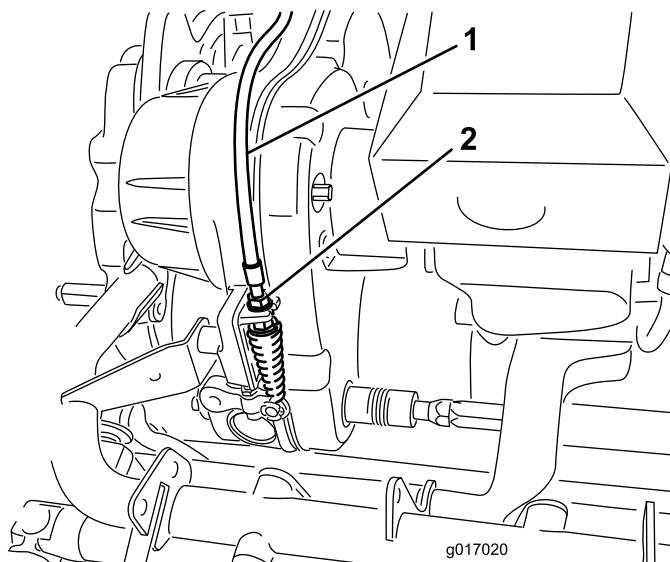

Bild 47
2. Stellen Sie den Spindelbowdenzug am Getriebeschott (Bild 47) ein, um eine Federlänge von 70,6 bis 72,4 mm (2,78-2,85") zu erhalten.